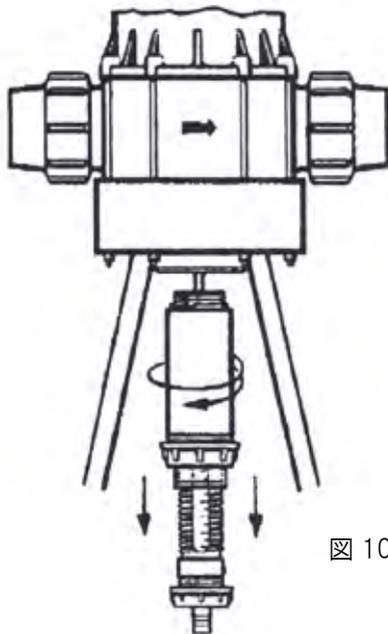

図 10
- インジェクションアッセンブリのねじを緩めて取り外します。(図 10)